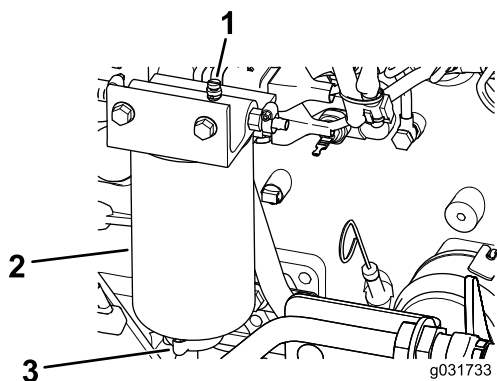

Figura 95
2. Allentate la valvola di spurgo situata nella parte inferiore del filtro (Figura 95).
2. Spurgate parte del carburante allentando il tappo di sfiato e aprendo la valvola di spurgo (Figura 95).